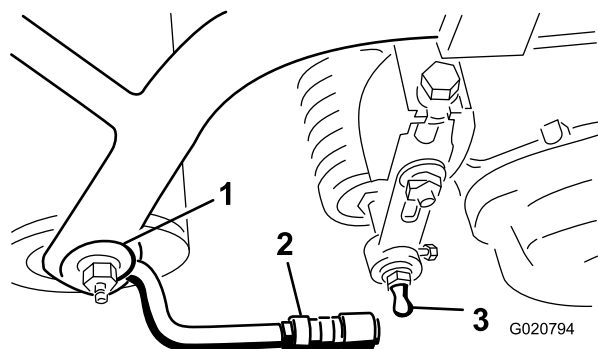

図 8
3. スリーブをボールジョイントの位置まで引き戻し、レシーバーをカuttingユニットのボールスタッドに引っ掛ける。スリーブから手を離すとスタッドとジョイントが結合・ロックする 図 8。